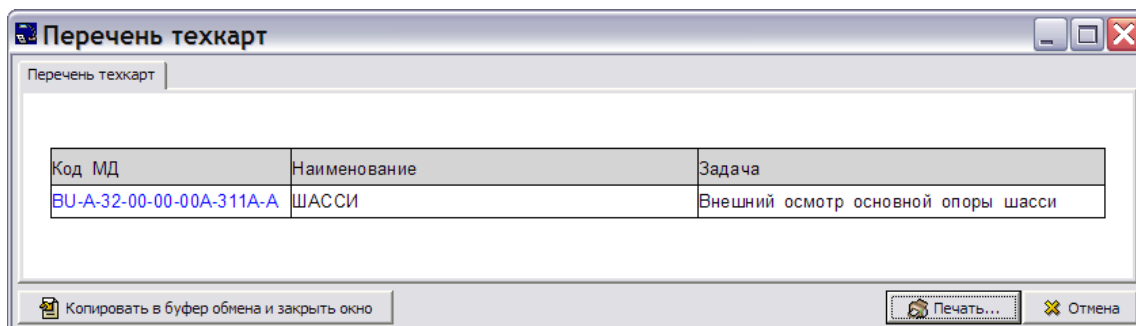

Рис. 21.22
4. На рис. 21.22 показан созданный отчет **Перечень техкарт**.